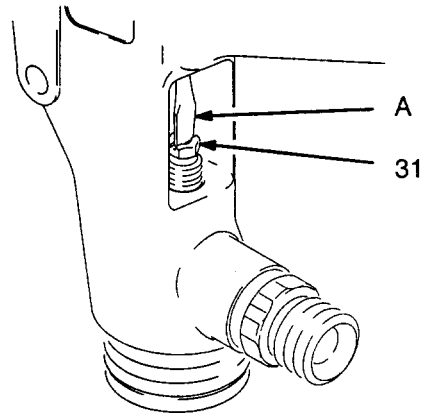

Fig. 2
5. Demonter væskejusteringsskruen (8) og væskefjæren (16).
6. Trekk væskenaålen (21) bakover ut av pistolen.
8. Demonter væskejusteringsmutteren (6), fjæren (15) og luftventilen (14).
9. For å demontere pakningsjusteringsskruen (31), stikk en flat skrutrekker (A) gjennom pistolen bakfra og inn i pakningsjusteringsskruen (31), som vist på Fig. 2.